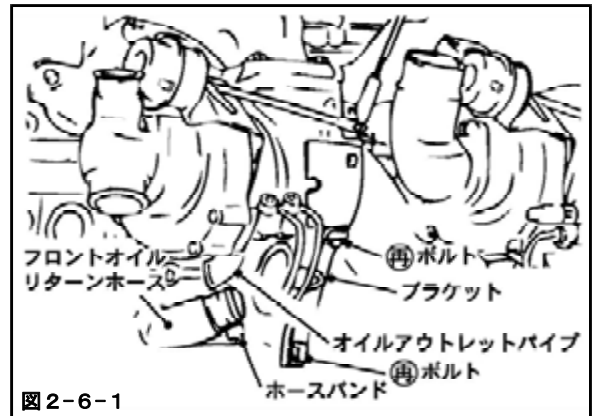
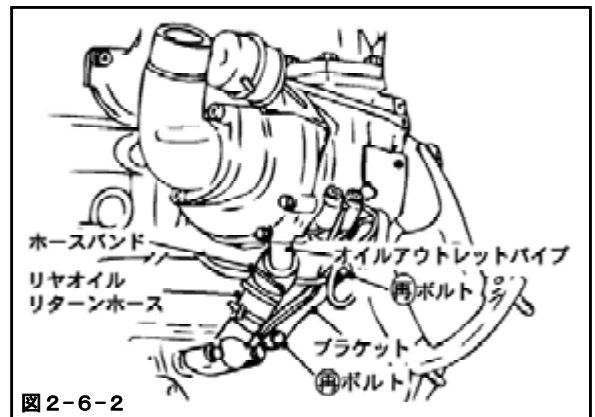

図2-6-1
図2-6-2
- (1) ホースバンドを使用して、F, Rのオイルリターンホースをオイルアウトレットパイプに取付けてください。(図2-6-1, 図2-6-2)
- (2) 1-9-7. (2), (4)で取外した再ボルト(F, R各M8×2, M6×1)を使用して、F, RのターボチャージャAssyのブラケットを取付けてください。(図2-6-1, 図2-6-2)